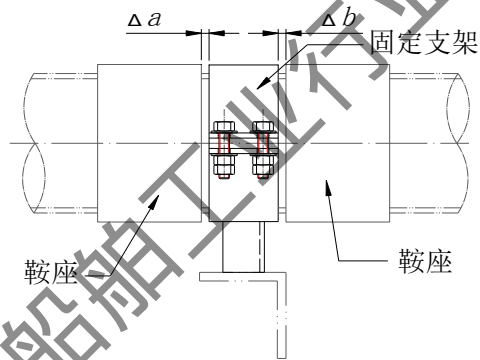

图3 固定支架间隙要求示意图
5.1.3 固定支架应安装在玻璃钢管上两鞍座之间，鞍座与管夹之间的总间隙($\Delta a + \Delta b$)不应超过 3 mm，管夹固定时应用双螺母锁紧，固定支架间隙要求示意图见图 3。